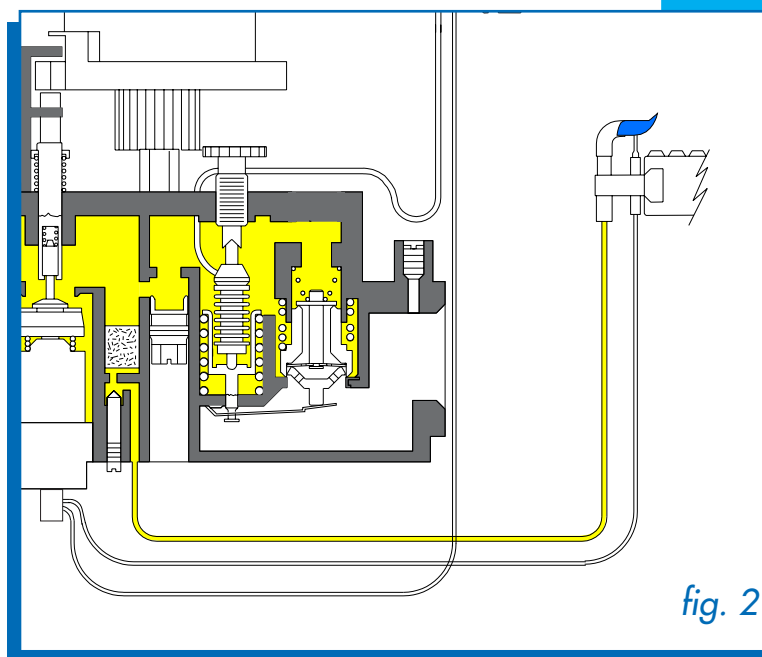

fig. 2
All'aumentare della temperatura dell'acqua il soffietto si espande agendo attraverso un leverismo sull'otturatore gas (D). Quando la temperatura si approssima al valore richiesto, il sistema, grazie ad una discontinuità funzionale appositamente progettata, si porta bruscamente in chiusura, spegnendo il bruciatore principale (fig. 2).